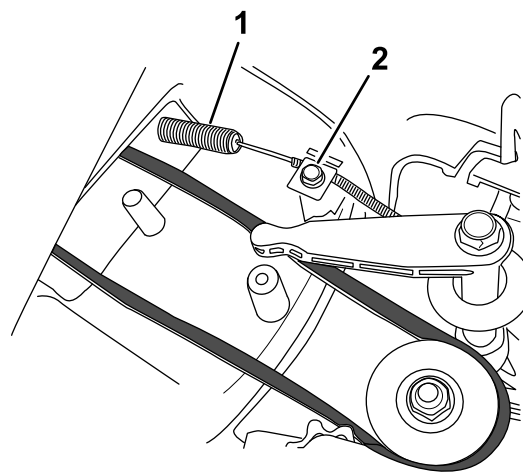

Figura 30
2. Installate il nuovo cavo del freno della lama, ma non serrate il serrafilo sulla scocca del tosaerba (Figura 30).